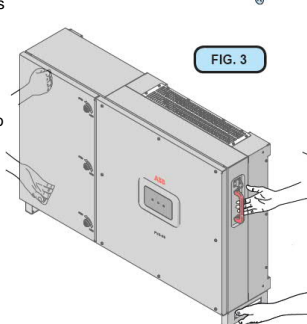

FIG. 3
4. Ice o inversor pelas alças (14) ou outro dispositivo de içamento apropriado. O inversor vem pré equipado com um suporte inferior (24) que permite posicionamento vertical temporário no piso para facilitar o içamento. (FIG. 3 e FIG. 4)